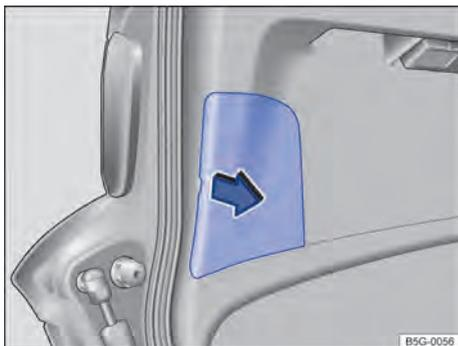

Fig. 227 Na tampa traseira: retirar a cobertura.
3.	Levantar com cuidado a cobertura, se necessário, com a lâmina plana da chave de fenda das ferramentas de bordo ⇒ Fig. 227.